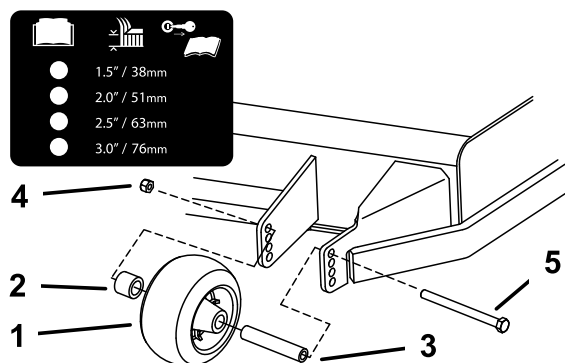

Figura 19
4. Asegúrese de que los espaciadores y los casquillos están instalados (Figura 19).